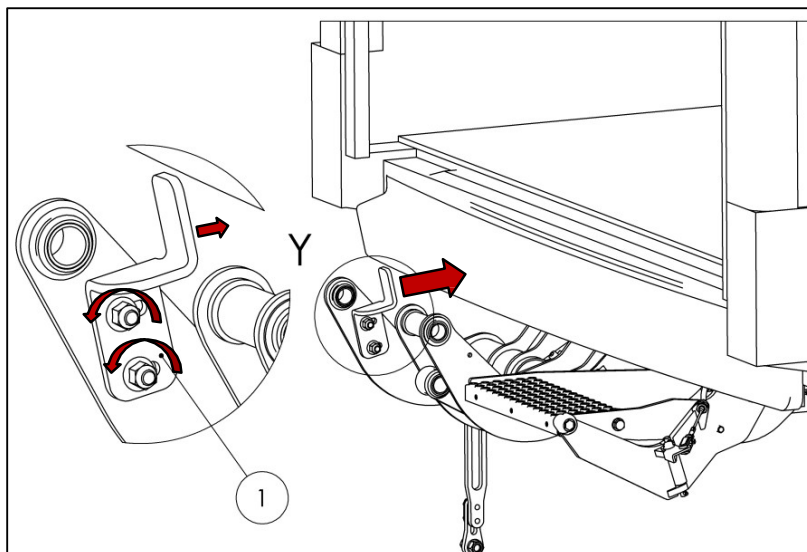

Fig. 57
- Afloje el tope de la plataforma (1) y empújelo hacia el vehículo (ver Fig. 57).